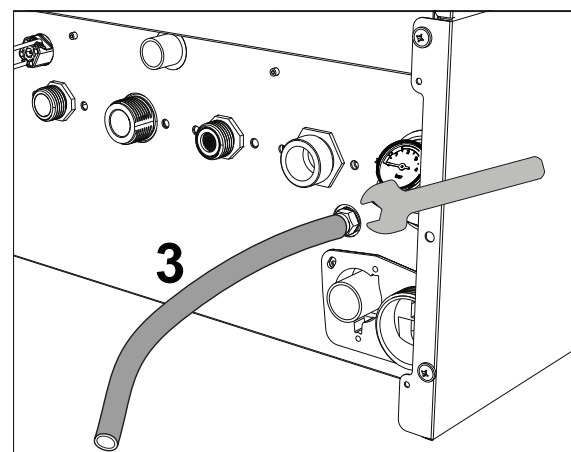

fig. 17
Para descarregar o circuito, aplique um tubo de borracha (ref. 3 - fig. 17) na conexão da válvula de descarga do circulador.